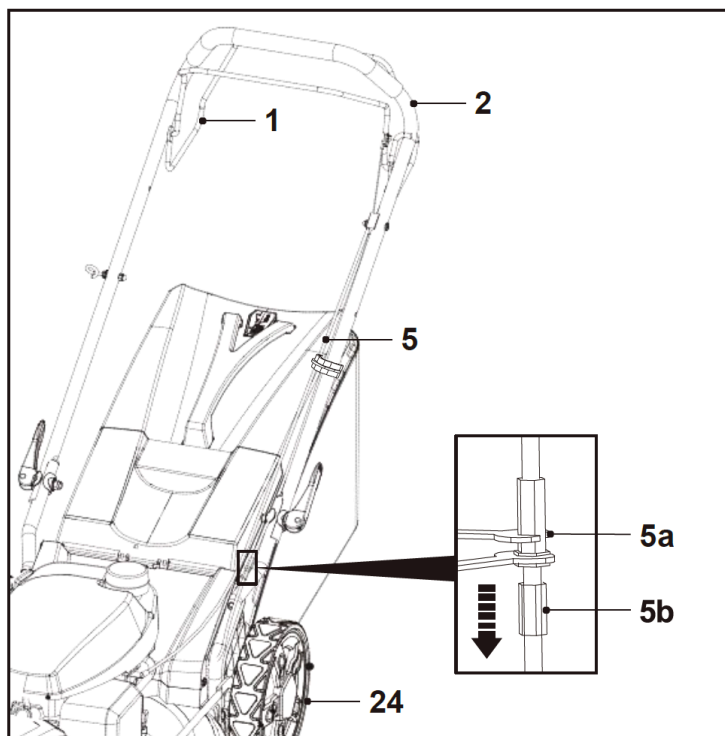

Рис. 33
Если задние колеса (24) не вращаются при нажатии на рычаг включения хода (1), возможно, необходимо отрегулировать трос включения хода (5) (см. рис. 33.).